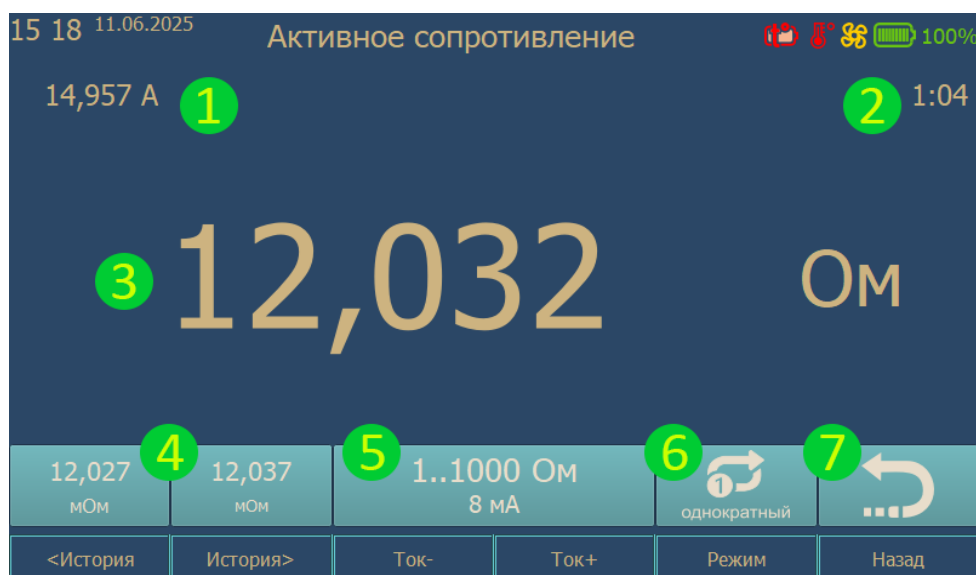

Рис. 6. Режим измерения сопротивления
- 2.4.1. При выборе одного из вариантов измерения сопротивления основная рабочая область экрана переключается в соответствующий режим. Внешний вид экрана в режиме измерения сопротивления представлен на рис. 6.